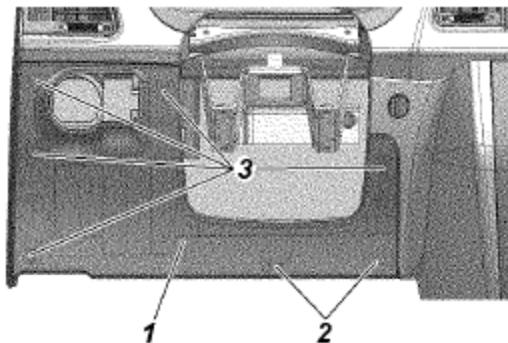

Fig. 9.26. Instalación de la tapa del bloque de relés y fusibles:
- desenganche dos pestillos 2 (fig. 9.26) de la parte posterior de la cubierta del bloque ubicados en la parte inferior;